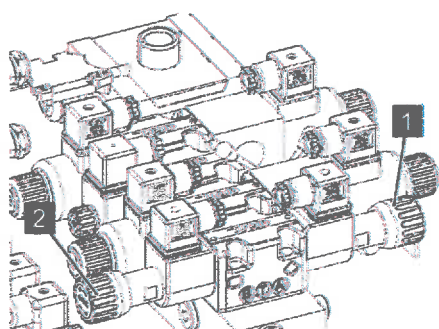

Abb. 93: Funktion aktivieren
6. Für den **Stützenbetrieb** das Ventil (Abb. 93/1) im Uhrzeigersinn bis zum Anschlag eindrehen.
Für den **Bühnenbetrieb** das Ventil (Abb. 93/2) im Uhrzeigersinn bis zum Anschlag eindrehen.
Immer nur ein Ventil (Abb. 93/1 oder 2) eindrehen. Das andere muss immer herausgedreht sein.